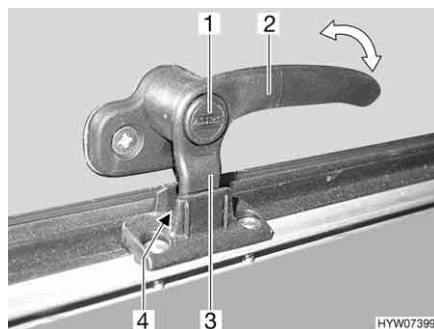
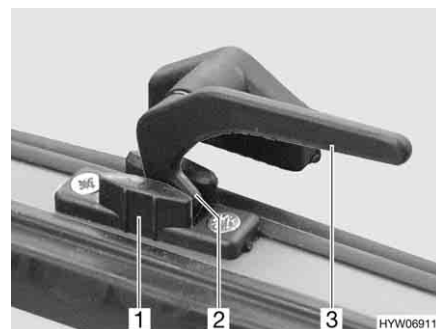

Fig. 76 Palanca de bloqueo con botón de seguridad en la posición de "ventilación continua"
Fig. 77 Palanca de bloqueo en la posición de "ventilación continua"
- En la posición "ventilación continua" (Fig. 76 y Fig. 77)
- Si existe, pulsar el botón de seguridad (Fig. 76,1) y mantenerlo pulsado.
- Girar todas las palanca de bloqueo (Fig. 76,2 ó Fig. 77,3) un cuarto de vuelta hacia el centro de la claraboya.
- Girar de nuevo hacia atrás las palancas de bloqueo. En esto, introducir el saliente de bloqueo (Fig. 76,3 ó Fig. 77,2) en el rebaje del bloqueo de la claraboya (Fig. 76,4 ó Fig. 77,1).